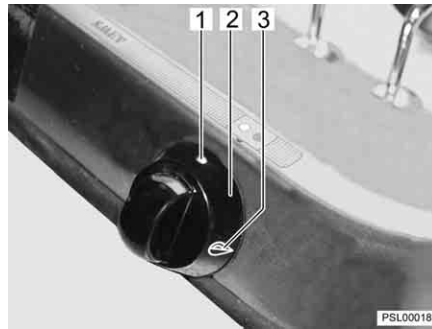

Bild 59 Bedienelemente für Gaskocher
- Drehregler (Bild 59,2) der gewünschten Brennstelle auf Zündposition (große Flamme, Bild 59,3) drehen.
- Drehregler auf 0-Stellung (Bild 59,1) drehen. Die Flamme erlischt.